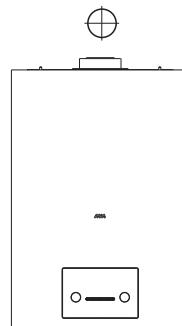

Рис. 7
- e) далее котел навесьте на подвесную панель (рис. 7)